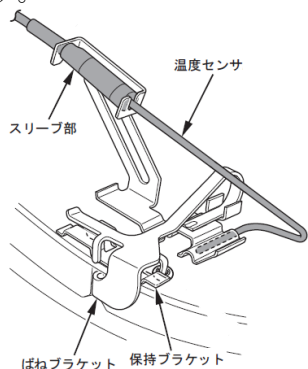

図4 温度センサ取付状態例
- 2) ばねブラケットのロック部にマイナスドライバーを差し込み、ロックを解除してばねブラケットを手前に引き、取外してください (図4、5)。ロック解除が不十分な状態ではばねブラケットを動かすと、各ブラケットを変形させるおそれがあります。ブラケットが変形した場合、交換が必要です。